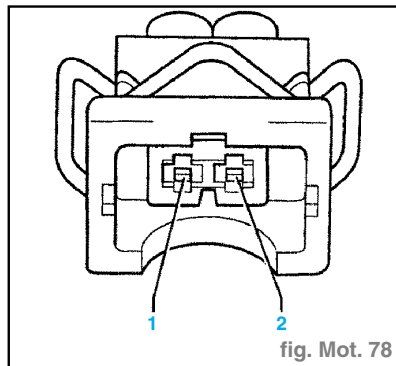

fig. Mot. 78
- régler le multimètre sur la mesure de la tension et le brancher sur les contacts **1 + 2** de la fiche débranchée du clapet de commutation de volet de tubulure d'admission (fig. Mot. 78),
- mesurer la tension d'alimentation de l'électrovanne sur le contact 1 de la fiche et sur la masse du moteur (fig. Mot. 78).